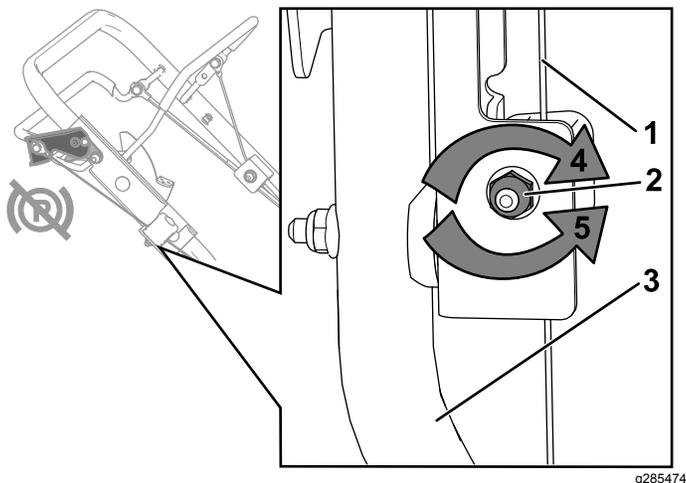

Рисунок 51
2. Поверните регулировочную гайку против часовой стрелки, чтобы ослабить натяжение троса (Рисунок 51).
3. Отрегулируйте натяжение троса (Рисунок 51), потянув оболочку троса назад или вперед, и удерживайте в этом положении.